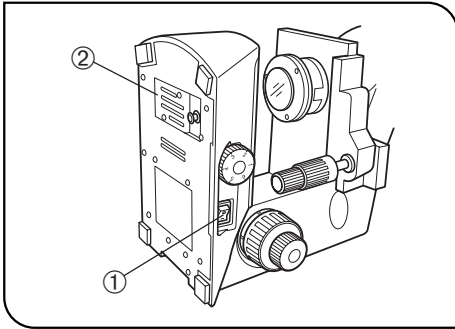

Abb. 1
2. Zur Vermeidung von elektrischen Schlägen oder Verbrennungen beim Auswechseln der Glühlampe zunächst den Hauptschalter ① ausschalten („○“) und anschließend das Netzkabel aus der Wandsteckdose ziehen. Wenn die Lampe während oder kurz nach Gebrauch des Gerätes ausgewechselt wird, die Lampenfassung ② und die Glühlampe vor dem Berühren auskühlen lassen (Abb. 1)